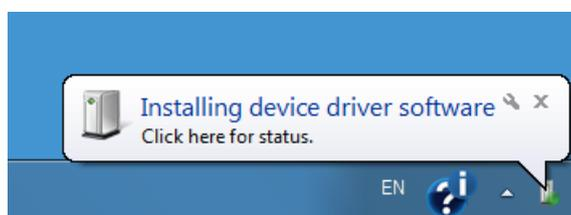

Abbildung 10: Windows-Benachrichtigung über die Geräte-Installation.
2. Den Artec 3D-Scanner an den Rechner anschließen und warten, bis Windows das Gerät erkannt und die erforderlichen Treiber installiert hat. Eventuell erscheint eine Benachrichtigung ähnlich der in Abb. 10.